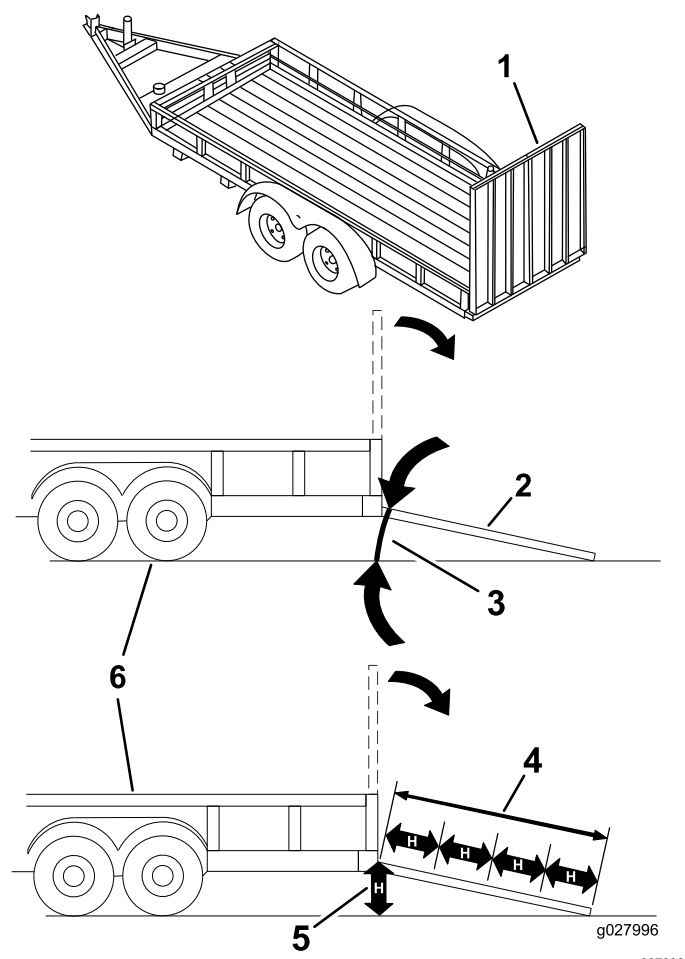

Figura 32
Colocar uma máquina num reboque ou caminhão aumenta a possibilidade de capotamento e pode provocar graves ferimentos ou morte (Figura 32).
3. Baixe a rampa, certificando-se de que o ângulo entre a rampa e o solo não é superior a 15 graus (Figura 32).
1. Baixe a rampa, certificando-se de que o ângulo entre a rampa e o solo não é superior a 15 graus (Figura 32).